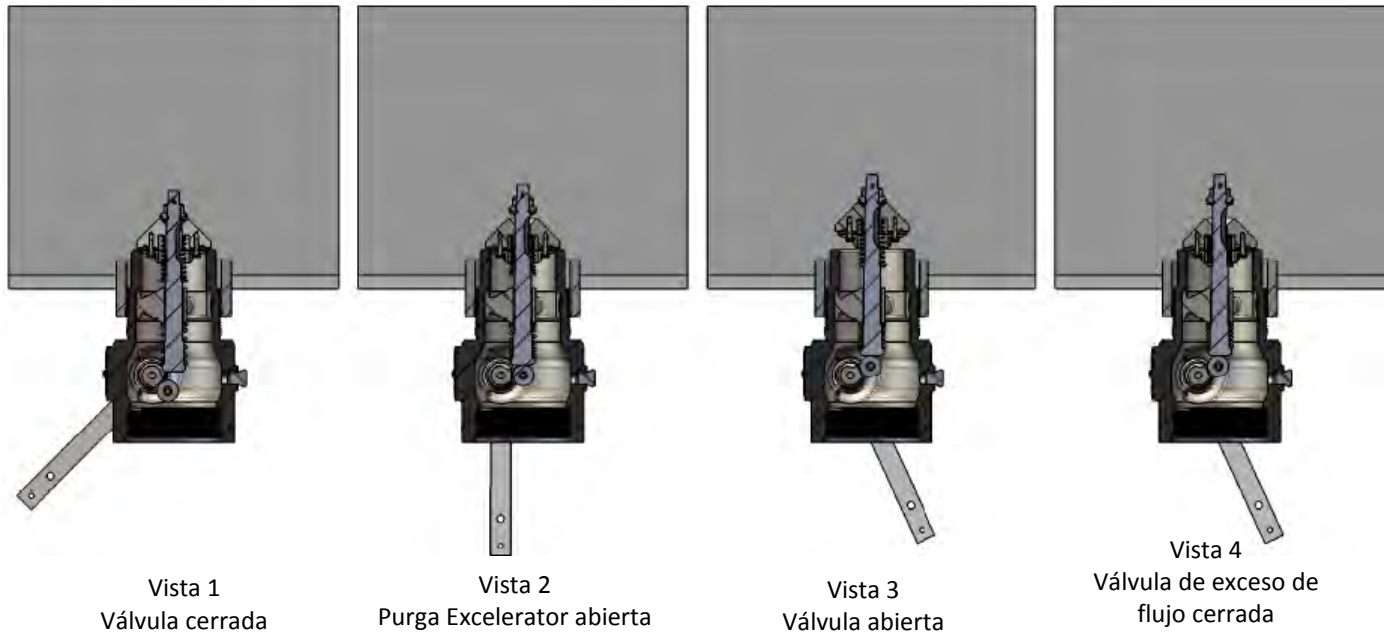

Figura 3: Esquema de operación
3. Mueva la palanca a la posición medio abierta (eigualización rápida) (Figura 3, vista 2) para eequalizar la presión. Cuando el cabezal principal de la válvula haga clic y se abra, mueva la palanca de operación a la posición totalmente abierta.
Principio de operación (Figura 3)
Consulte el esquema en la Figura 3. En la Figura 3, Vista 1, la válvula se mantiene cerrada tanto por la presión del tanque como por el resorte de cierre de la válvula. No hay fugas más allá de las juntas en el cabezal a la salida de la válvula en esta posición.
La válvula se abre moviendo la palanca de operación hasta aproximadamente el punto medio en su carrera de 70° (Figura 3, Vista 2). Esto permite que la leva coloque la parte de equalización del vástago de válvula en la abertura del piloto, lo que permite que una mayor cantidad de producto purgue aguas abajo que si la palanca de operación se moviera a la posición totalmente abierta.
Cuando las presiones del tanque y aguas abajo se han igualado en la posición de purga, (después de unos segundos), el resorte de exceso de flujo abre el cabezal principal de la válvula (Figura 3, Vista 3) y la palanca de operación se puede mover a la posición totalmente abierta.